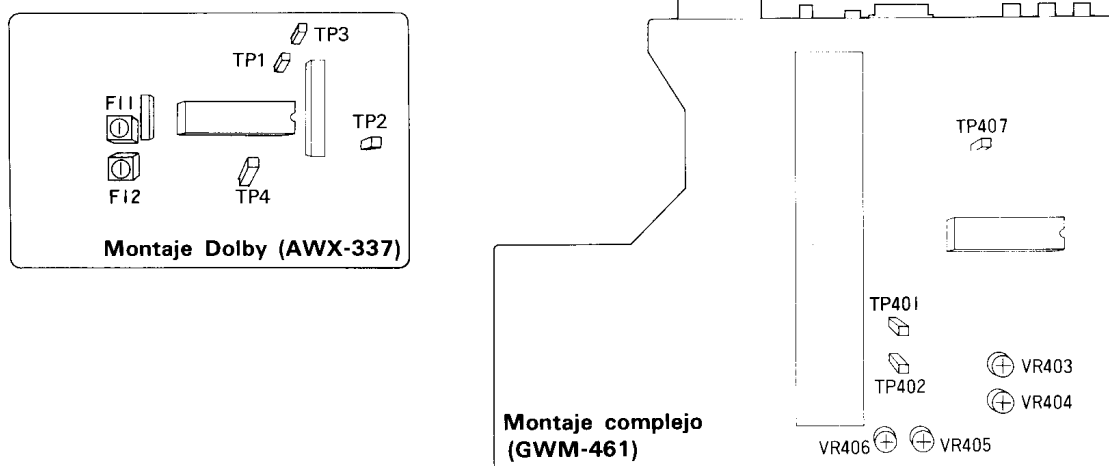

Fig. 13-1 Ajustamiento de la velocidad de cinta
- STD-331B : Para ajustes de reproducción (Referirse a la (Sec Fig. 13-1))